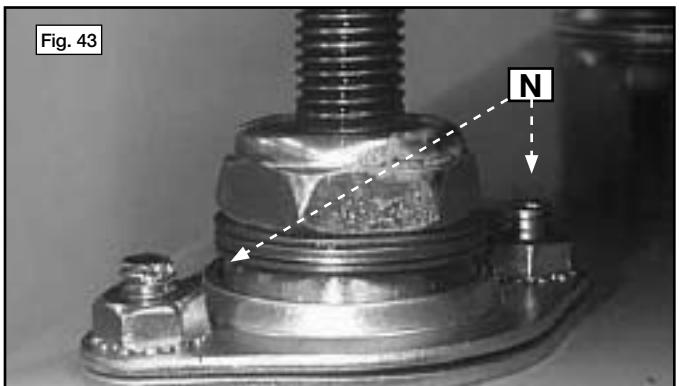

Fig. 43
3. Con una llave abierta de 11 mm (7/16 pulg) afloje, pero no retire, las cuatro tuercas (N) Fig. 43 que aseguran los pernos de elevación de la derecha.